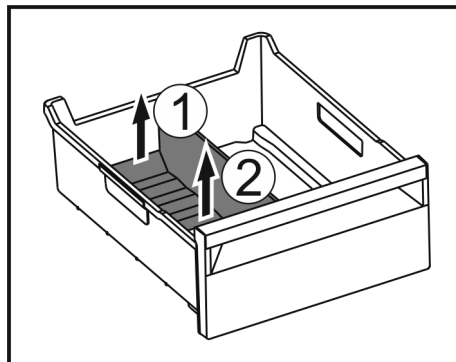

Fig. 243
- Ngrini lart pjesën e pasme të ndarësit të sirtarit të akullit. Fig. 243 (1)
- Hiqeni ndarësin e sirtarit të akullit nga lart. Fig. 243 (2)